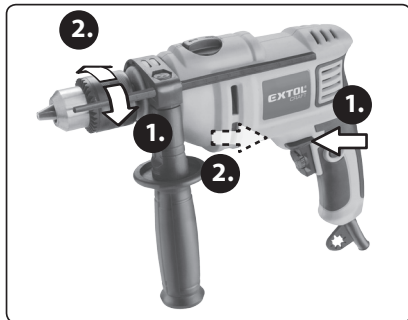

Abb. 7
- 3. Um die Drehrichtung des Bohrmaschinenspindelkopfes einzustellen, drücken Sie den Drehrichtungsschalter (Abb.1, Position 5). Um die Spindel in Richtung "1" zu drehen, drücken Sie den Schalter in Richtung "1". Um die Spindel in Richtung "2" zu drehen, drücken Sie den Schalter in Richtung "2", siehe Abb. 7.**